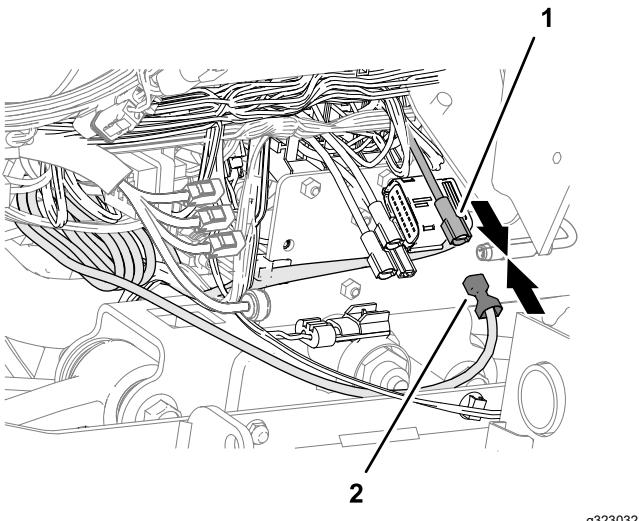

Figura 79
1. En la parte delantera de la máquina, enchufe el terminal del arnés de alimentación del módem marcado SWITCHED en el conector hembra de alimentación de accesorios del bloque de fusibles (Figura 79).